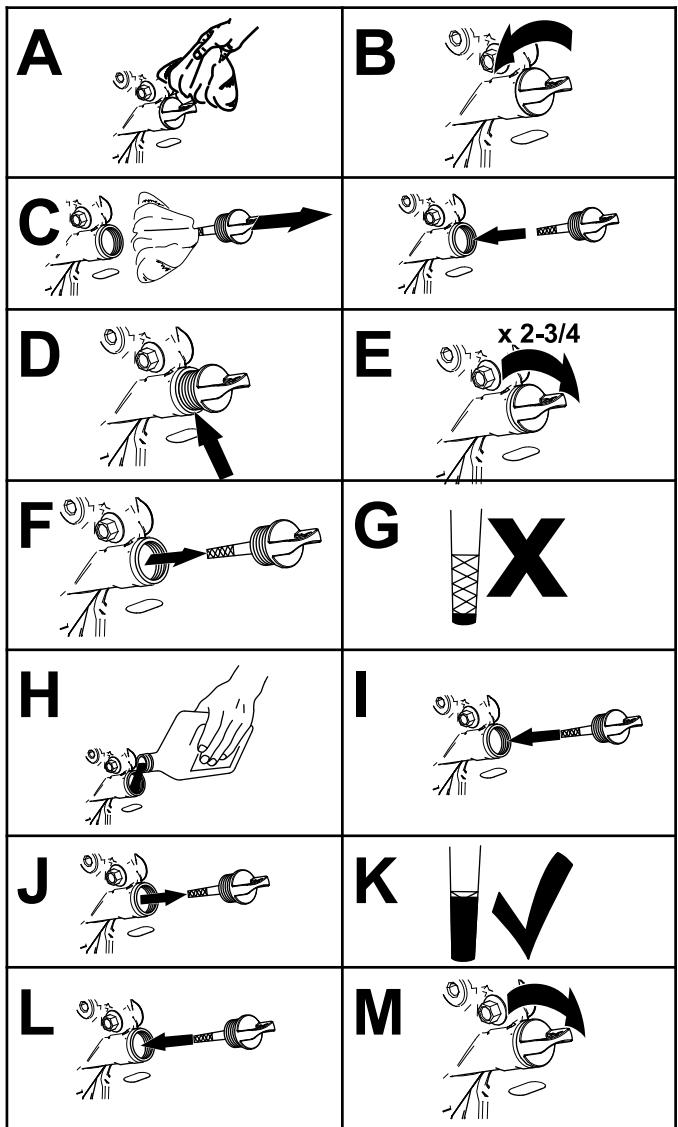

Figure 36
- Contrôlez le niveau d'huile moteur, comme montré à la Figure 36.